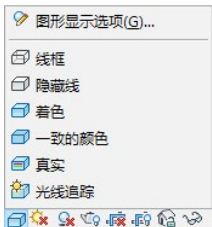

图 1-22 视觉样式
- 视觉样式：可以为项目视图指定许多不同的图形样式，如图 1-22 所示。